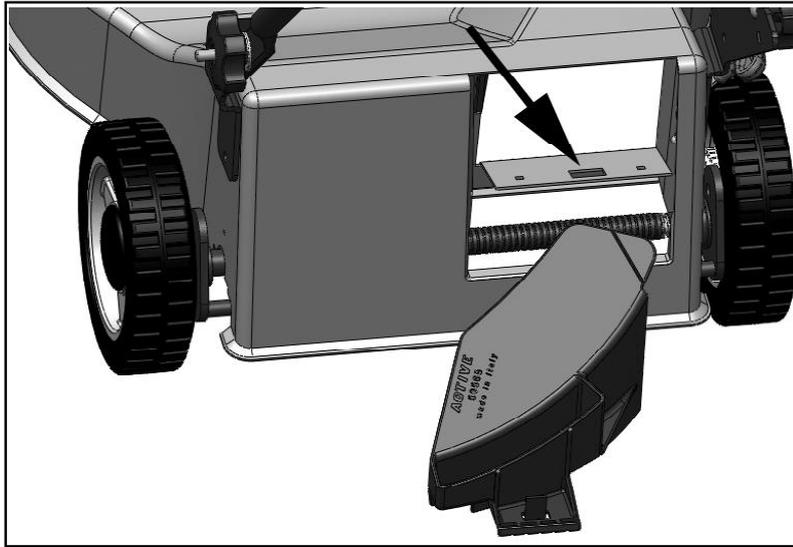

Fig.15
- a - Azionare la maniglia rossa (4) per sbloccare il freno volante.
- b - Per i motori con sistema **PRIMER** (Fig.15) premere ripetutamente per 3-4 volte la pompetta di arricchimento posta sul carburatore.
- c - Posizionare la leva acceleratore (3) nella posizione START.
- d - Impugnare la maniglia dell'avviamento (7) e tirare la fune *senza sforzo* sino ad avvertire la resistenza provocata dalla compressione e dare quindi uno strappo energetico.